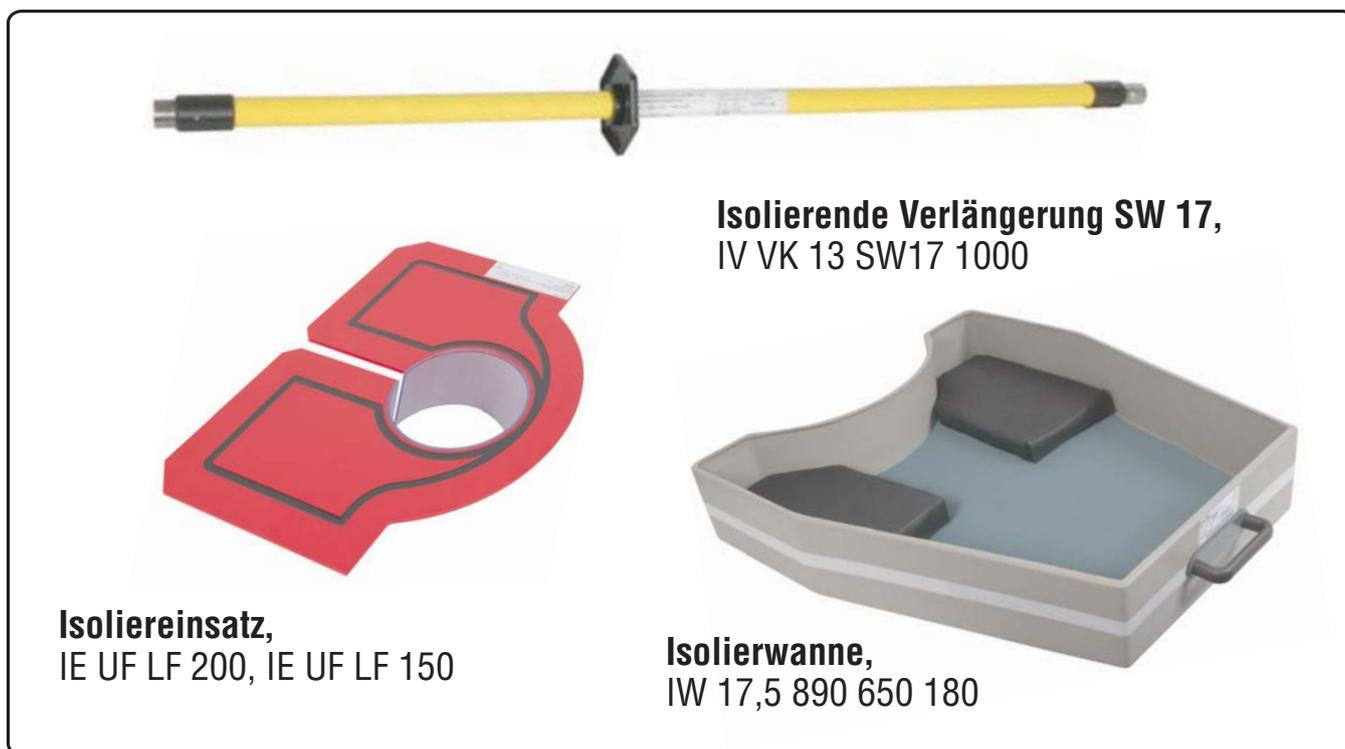

Bild 1.1.1 Isolierende Ausrüstung
- 1.1.1** Beim Lampenwechsel an Flughafenbefeuerungsanlagen wird das Arbeiten mit Isolierhandschuhen angewandt. Bei diesem Arbeitsverfahren berührt der Arbeitende, geschützt durch Isolierhandschuhe und möglicherweise durch isolierenden Armschutz, direkt unter Spannung stehende Teile. Die Isolierende Ausrüstung dient dabei als Standortisolierung (siehe Bild 1.1.1).